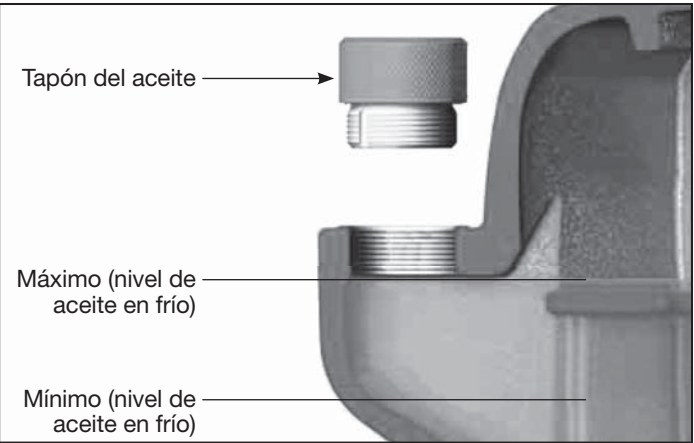

Figura 7 - Nivel de Aceite
⚠ PRECAUCION ESTA UNIDAD UTILIZA ACEITE. Antes de poner en funcionamiento el compresor, revise el nivel del aceite (ver Figura 7).
INSPECCIÓN DEL NIVEL DE ACEITE (ver Figura 7)
5. Si es necesario, llene con el mismo tipo y marca de aceite hasta el nivel máximo (ver la Figura 7 y la sección de lubricación).
1. Verifique el nivel del aceite (ver Figura 7).